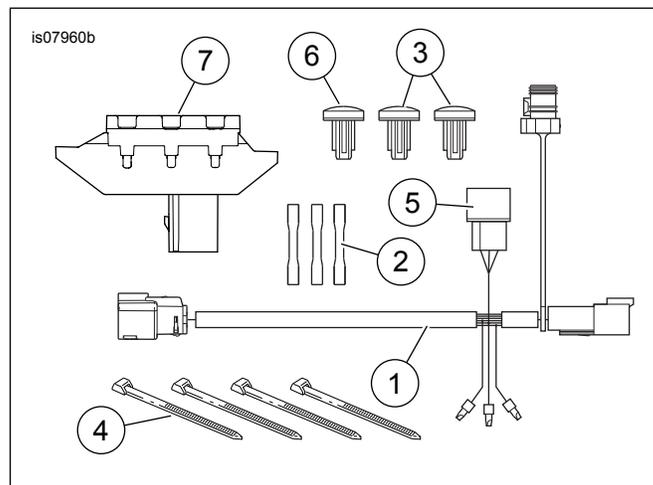

Figura 3. Parti di ricambio, cablaggio del collegamento elettrico
Vedere Figura 3 e Tabella 3.
3. Rimuovere il blocco dal pannello. Vedere il manuale di manutenzione. Vedere Figura 3. Installare il pannello degli interruttori (7) e gli interruttori (3) e (6) con gli interruttori degli accessori "ACC" al centro e a destra.
Vedere Figura 3. Il relè (5) deve essere posizionato con i terminali rivolti verso il basso.